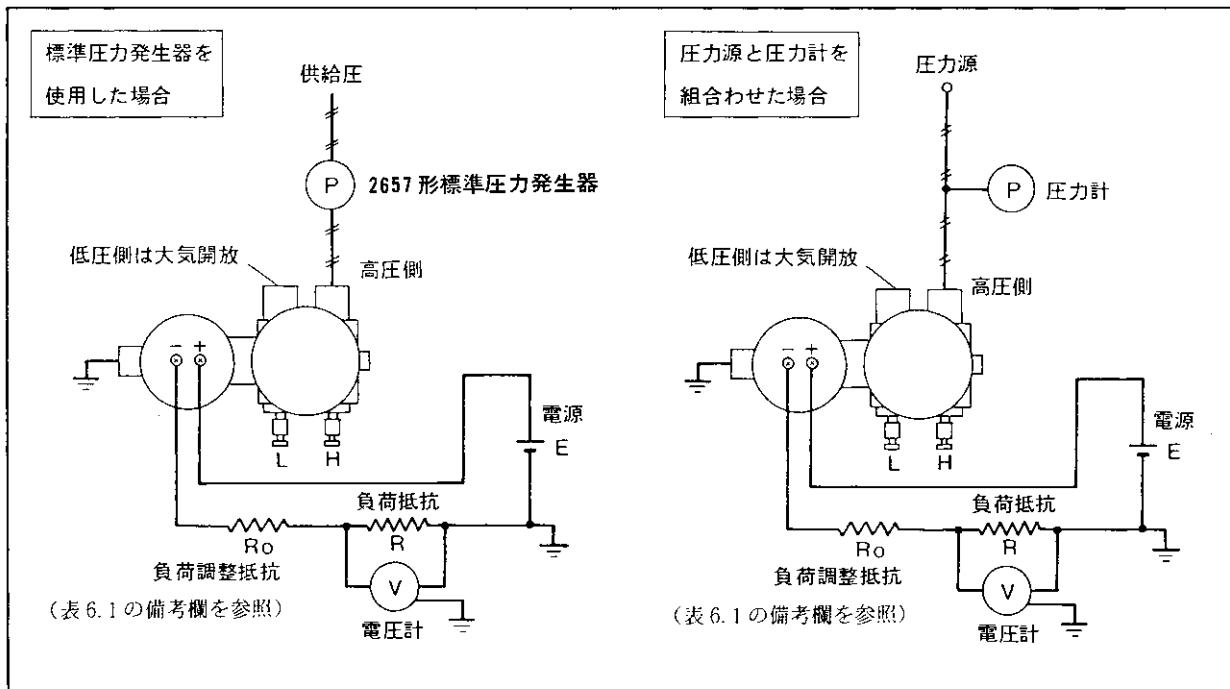

図 6.1 各機器の接続
- (1) 図6.1のように各機器を接続し、5分以上ウォームアップします。
1. 図6.1において測定レンジの0%が0kPa (0mmH₂O)または正方向に遷移されている場合は、図のように低圧側を大気開放してください。測定レンジの0%が負方向に遷移されている場合は、各機器を低圧側に接続し高圧側を大気開放してください。
- (3) 図6.1のように各機器を接続し、5分以上ウォームアップします。
- (4) ダンピング調整ボリュームを反時計方向へ一杯に回します(6.7項参照)。
- (5) 高圧側の圧力を 0kPa ($0\text{mmH}_2\text{O}$)にし、ゼロ調整ねじで出力を $1.000\text{V} \pm 0.004\text{V}$ (0%)に調整します。
- (6) 高圧側にカプセルアセンブリのMAX SPAN圧力を加え、スパン調整ボリュームで出力を $5.000\text{V} \pm 0.004\text{V}$ (100%)に調整します。
- (7) (5), (6)項を繰り返して行ない、各電圧が許容値内に入るようになります。
- (8) 高圧側にMAX SPANの $1/2$ の圧力を加え、出力が $3.000\text{V} \pm 0.004\text{V}$ (50%)の範囲内に入るか確認します。範囲内に入らない場合にはリニアリティ調整ボリュームで調整します。
- (9) (5)～(8)項を繰り返して行ない、各電圧が許容値内に入るようになります。
- (1) 6.3項の図6.1と同じように各機器を接続し、5分以上ウォームアップします(6.3項(1)の注意を参照)。